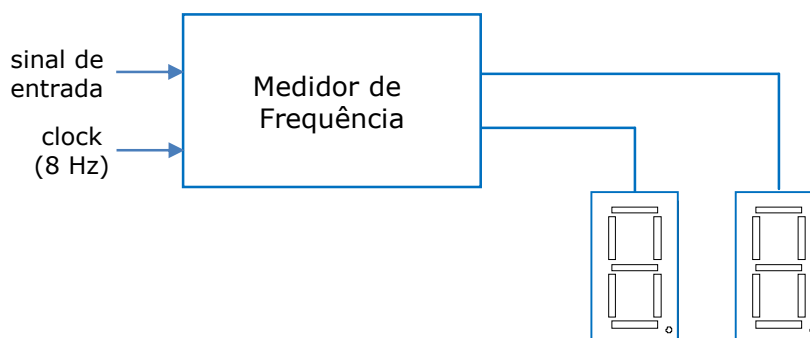

Figura 5 – Esquema do medidor de frequências.
c) Projetar um circuito medidor de frequências de um sinal digital periódico de 1 a 99 Hz. O valor da frequência medida deve ser mostrado em dois displays de sete segmentos do painel de montagens (figura 5). O sinal de entrada deve ser originado a partir de um gerador de pulsos e monitorado através do osciloscópio. Um sinal de relógio externo de 8 Hz deve ser usado para gerar os sinais internos de controle do circuito.